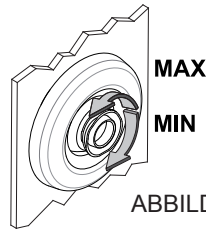
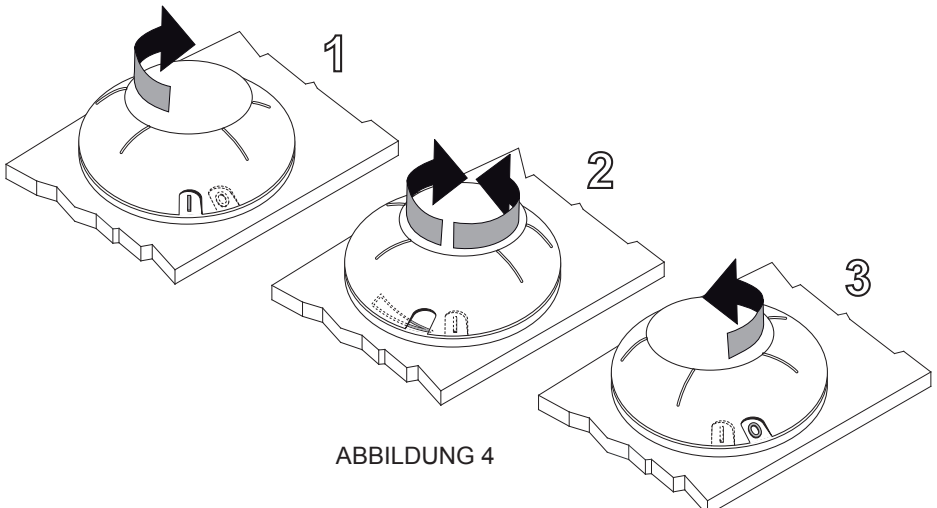

ABBILDUNG 3
ABBILDUNG 4
- Überprüfen, ob die Einlauföffnungen geöffnet sind; sollte dem nicht so sein, den Diffusor entgegen dem Uhrzeigersinn drehen. (Abbildung 3).
- Zum Starten der Hydromassage muß der Verstellring "O" auf "I" gedreht werden (siehe Abb. 1 Bild 4).
- Die Intensität der Luftbeimischung regelt man durch Drehen des Verstellringes am Symbol "" (siehe Abb. 2 Bild 4). In Uhrzeiger Richtung mehr Luftbeimischung, gegen Uhrzeiger Richtung weniger Luftbeimischung.
- Zum Beenden der Hydromassage muß der Verstellring auf "O" zurück gedreht werden (siehe Abb. 3 Bild 4).